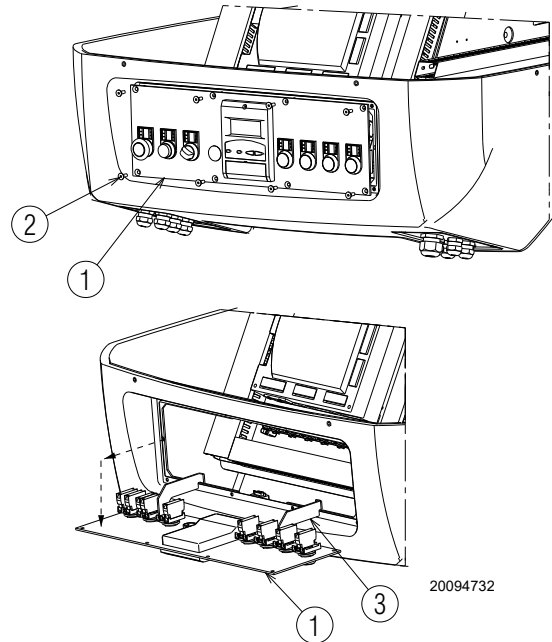

Abb. 32
- Ziehen Sie die Bedientafel 1) heraus und drehen Sie sie um 90°, hängen Sie sie dazu mit den entsprechenden Bügeln 3) im Profil der Schalttafel ein, wie aus Abb. 32 ersichtlich